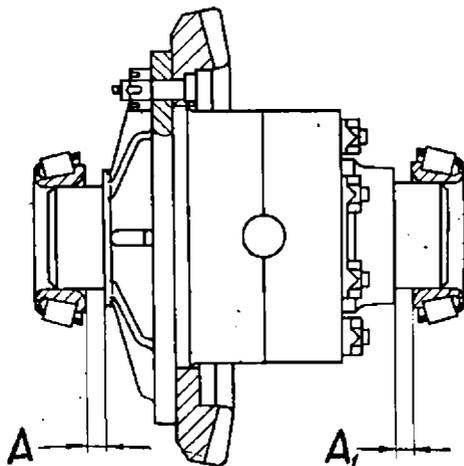

Рис. 68. Зазоры  $A$  и  $A_1$  между торцами подшипников и коробки сателлитов
3. Вновь отвернуть болты, осторожно снять крышку, вынуть из картера мост дифференциала и шупом измерить зазоры  $A$  и  $A_1$  (рис. 68) между торцами коробки сателлитов и торцами внутренних колец подшипников.